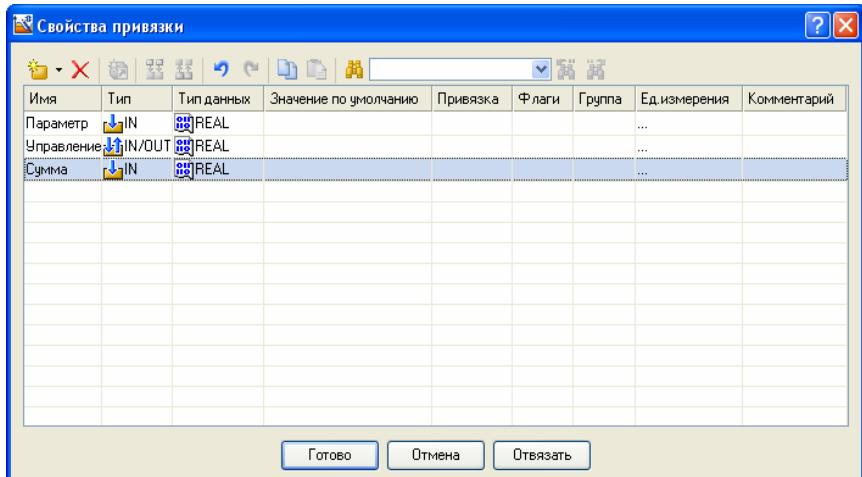

Рис. 5.3
5.4.2.4. Динаміку другого ГЕ прив'язати до нового - третьому аргументу шаблону екрану типу **IN** з ім'ям **Сума**, який потрібно створити в процесі прив'язки (рис. 5.3).